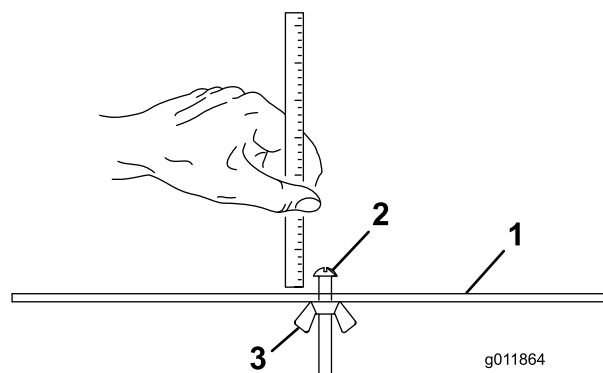

Рисунок 15
2. Ослабьте гайку измерительной планки (Рисунок 15) и установите регулировочный болт на требуемую высоту скашивания.